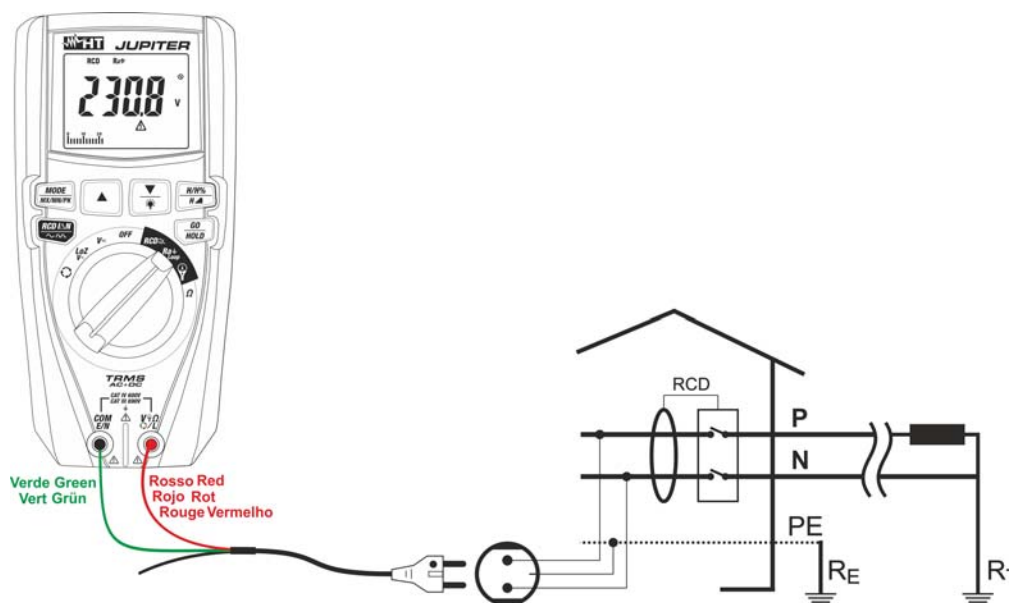

Fig. 17: Utilisation pour mesurer la résistance globale de terre avec câble Schuko.
5. Si on utilise le câble avec la fiche Schuko, introduire le conducteur rouge dans la borne d'entrée **V Ω L** et le conducteur vert dans la borne d'entrée **COM/E/N** puis connecter l'instrument à l'installation sous test (voir Fig. 17). La valeur de la tension Phase-Terre apparaît à l'écran.